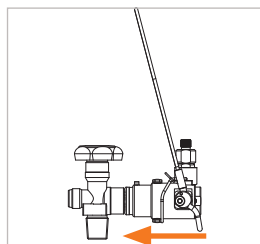

Figure 9
- ▶ Insérer le connecteur droit et sans forcer jusqu'au contact hermétique net sur la vanne de la bouteille (Figure 9). Le joint frontal est ainsi préservé des dommages causés par d'éventuels bords saillants de la vanne de la bouteille et le bon raccordement est garanti.